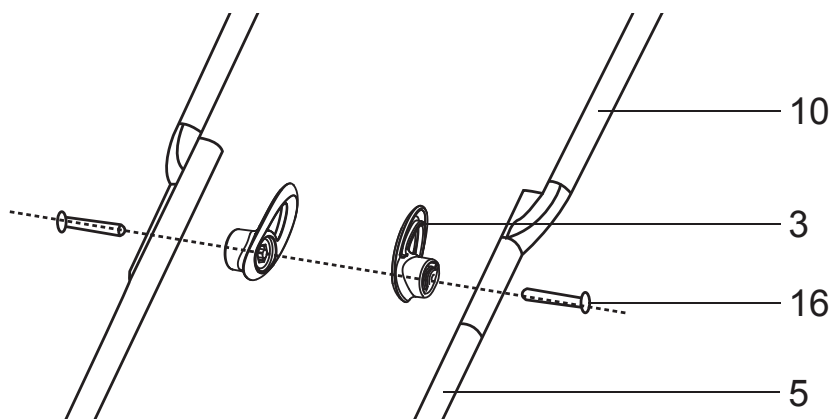

Fig. 3
2. Fixez le guidon (10) sur la base (5) avec les kits de montage (16) et les boutons de verrouillage (3) (fig. 3). Le guidon peut se régler à deux hauteurs différentes pour plus de confort d'utilisation.